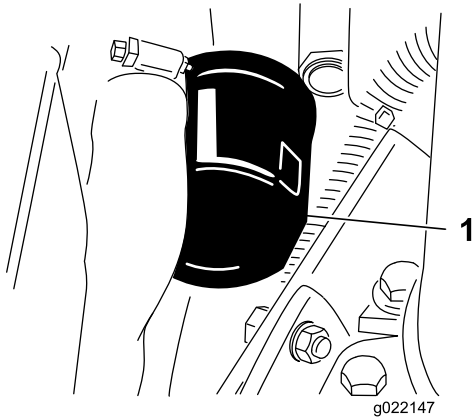

**Figura 53**
2. Retire o tampão de escoamento (Figura 53) e deixe o óleo escorrer para um recipiente adequado. Quando o óleo parar, volte a montar o tampão de escoamento.